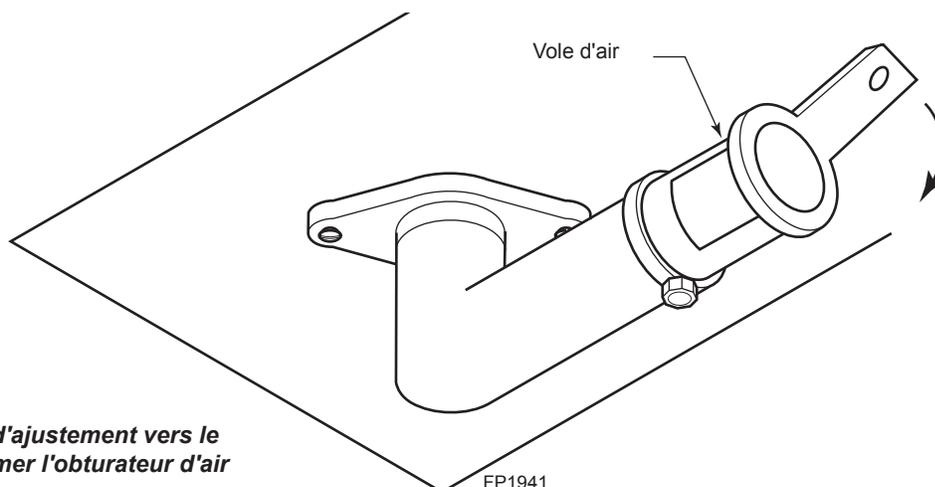

Figure 30 -
- Pour diminuer le mélange d'air, fermez l'obturateur d'air. Les flammes adopteront une couleur plus jaune. *Figure 30*